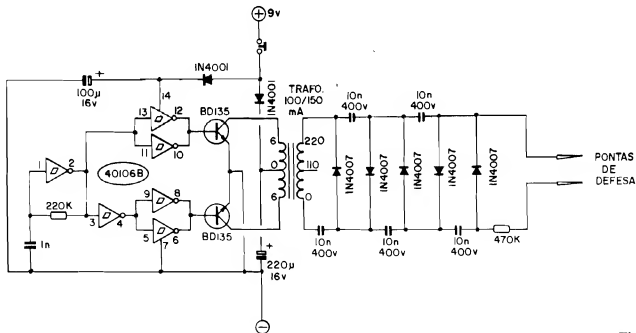

Fig. 1
(01) - O não "resetamento" automático do MONOESTÁVEL (estruturado em torno dos **gates** delimitados pelos pinos 11-12-13 e 8-9-10 do primeiro 4001B do circuito...) ocorre justamente porque o trafo não está sendo "capaz" de suprir o surto inicial de Corrente, ao ser ligado o aparelho! Uma "saída" para remediar isso (e prevenir falhas no "resetamento" automático inicial), é simplesmente **aumentar** o valor do capacitor (original 100n) que fornece a temporização do pulso de "resetamento"... A fig. A mostra, em esquema, a posição do citado capacitor (dentro do círculo tracejado, e apontado pela seta...), já com o valor **aumentado para 1u**. Note que, tratando-se agora de um eletrolítico, há que se respeitar a polaridade do dito cujo, conforme indicada na figura... Para simplificar ainda mais a sua interpretação (e dos demais Leitores interessados no assunto...), a fig. B mostra o "chapeado" da SUBAR-IV, já com a alteração do dito componente... Respectivamente as figs. A e B referem-se aos diagramas originais mostrados nas figs. 1 - pág. 24 e fig. 4 - pág. 26, de APE 28...
(3) - O aquecimento excessivo no TIP31 **também** é, em parte, fruto da insuficiência de Corrente, já que o tal "ronco" que Você ouve, superposto ao sinal normal da sirene, coloca o dito transistor em zona não desejada de amplificação, fazendo com que o dito cujo dissipe muito mais Potência do que seria natural com a disposição circuital adotada (em vez do TIP31 trabalhar ou completamente "ligado", ou completamente "desligado", ele está atuando na sua região linear, sempre "meio ligado", redundando no sobreaquecimento...). Mesmo assim, sanado o problema do transformador, é sempre bom dotar o transistor de potência de um conveniente dissipador... Note, inclusive, o seguinte: embora o tal dissipador não tenha sido diretamente mencionado na LISTA DE PEÇAS, no esquema (fig. 1 - pág. 24 - APE 28) mostra, nitidamente, o **círculo tracejado** em torno do símbolo básico do TIP31! Essa simbologia - como o sabem os Leitores/Hobbyistas assíduos - indica a **necessidade** de se forçar a irradiação do calor emanado pelo componente, através de dissipador a ele acoplado!
O presente circuito (mostrado em esquema na fig. 1) traz o proje-